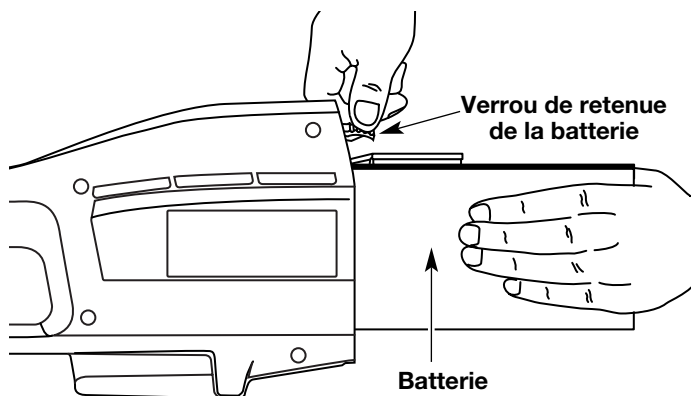

Fig. 18
2. Appuyez sur le verrou de retenue de la batterie tout en tirant celle-ci (Fig. 18).
1. Glissez la batterie dans son boîtier jusqu'à ce que son verrou de retenue soit enclenché (Fig. 18).